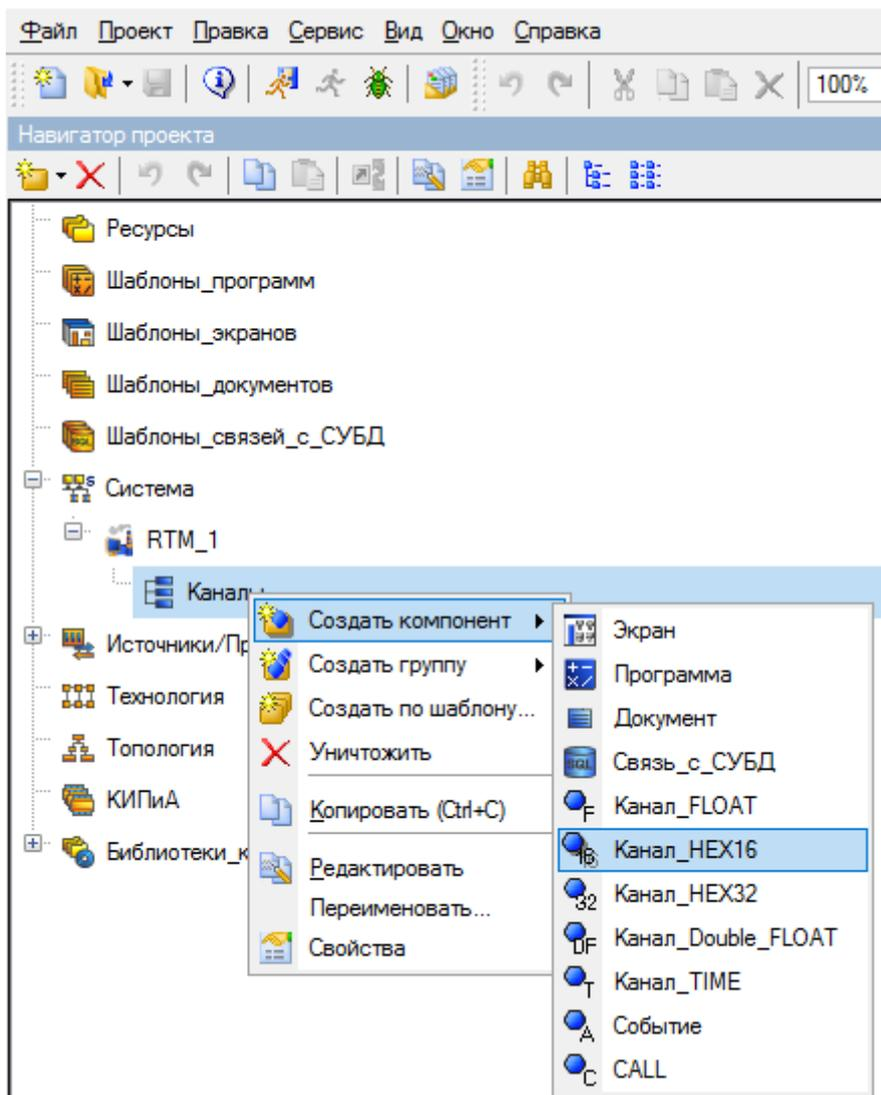
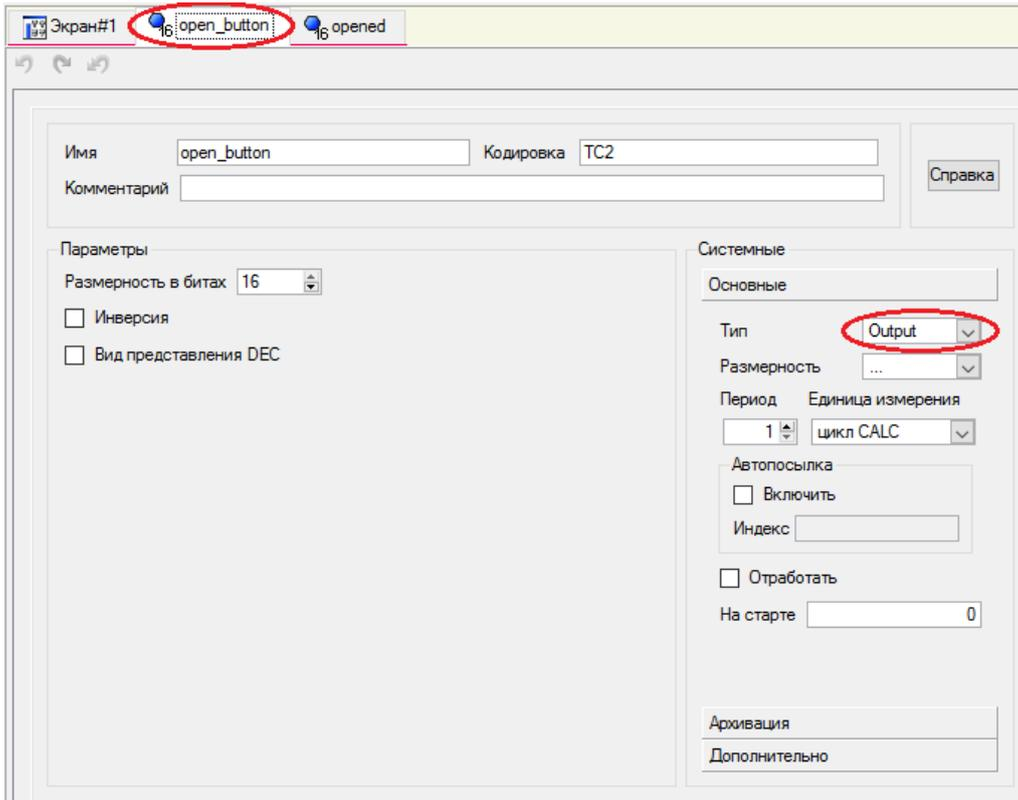

Рис. 64. Добавление нового канала
Рис. 66. Пример настроек выходного канала open_button
2. *Добавьте каналы.* Для этого нужно добавить как входные, так и выходные каналы с типами HEX16 и FLOAT (рис. 64, 65). Примеры настроек каналов open_button и opened приведены на рис. 66, 67.